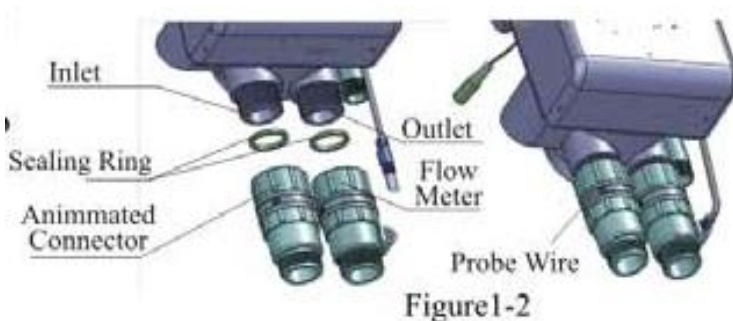

Figure 1-2
2. Монтаж входящего фитинга (см. рис. 1-2).
3. Монтаж выходящего фитинга с расходомером (см. рис. 1-2).